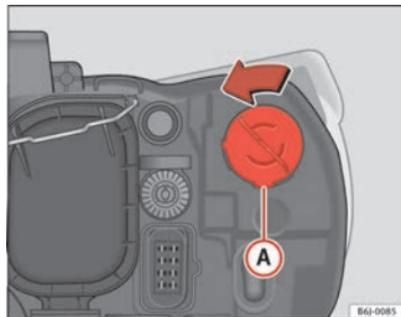

Abb. 131 Blinklicht
- Die Fassung ⇒ Abb. 131 (A) nach links drehen und ziehen.